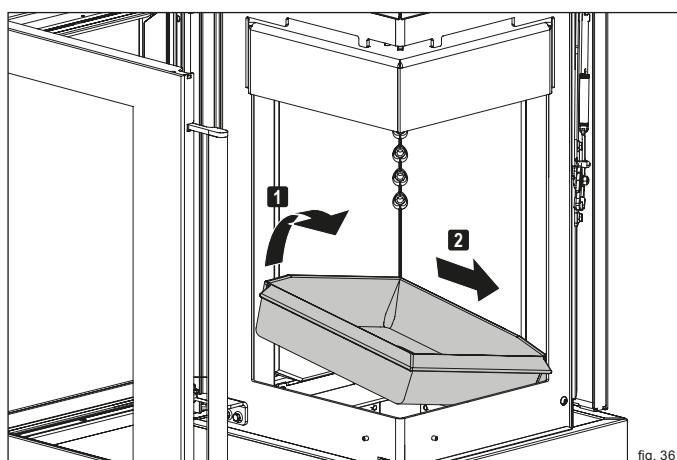

fig. 36
- Ruotare la graticola dal lato destro **1** ed estrarla dalla camera di combustione **2** (fig. 36).